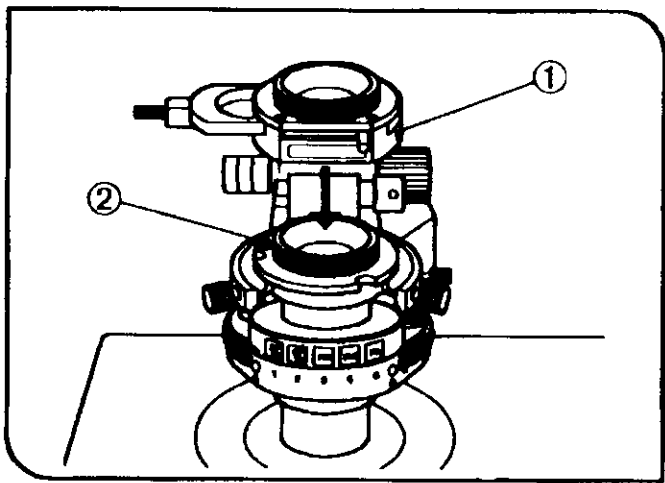

图 64
#### (4) 安装起偏器 (IX-LWPO) (图 64)